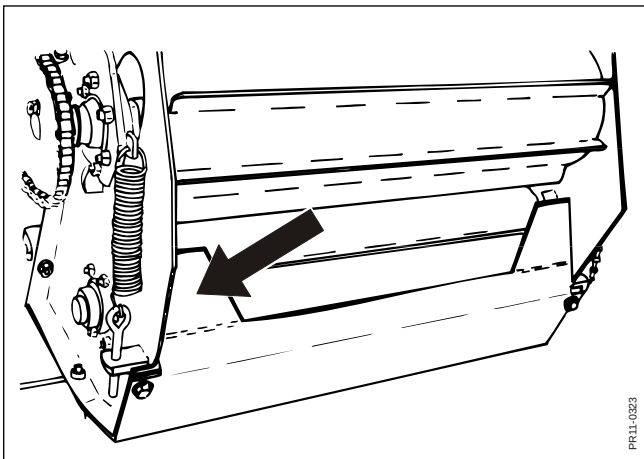

Fig. 3.13
- Fig. 3.13** Majspladen monteres som vist på figuren. "Næser" skal vende mod valse.